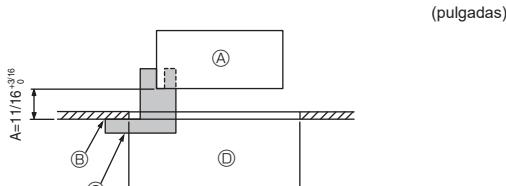

Fig. 6-2
①	Dimensiones de la rejilla	1	950 x 950 (mm), 37-13/32 x 37-13/32 (pulgadas)
②	Plantilla	1	Dividido en cuatro partes
③	Tornillo (4 x 16)	1	Para PLFY-WL-NEMU-E(1)
④	Panel angular del 3D i-see Sensor	1	Para PLFY-WL-NEMU-E(1)
6.2. Preparación para conectar la rejilla (Fig. 6-2)
- Con la plantilla ② que se suministra con este equipo, ajuste y compruebe la posición de la unidad en el techo. Si la unidad no está colocada en el techo de forma adecuada, podrían producirse escapes de aire o generarse una condensación.